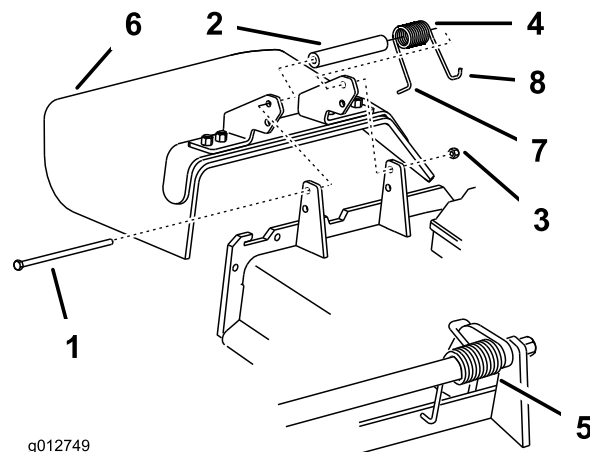

Figura 88
1. Togliete il dado di bloccaggio, il bullone, la molla e il distanziale che fissano il deflettore alle staffe orientabili del tosaerba (Figura 88). Togliete il deflettore di sfalcio se è danneggiato o consumato.
Nota: Verificate che l'estremità a L della molla si trovi dietro il bordo del piatto di taglio prima di montare il bullone, come illustrato nella Figura 88
3. Montate il bullone e il dado. Infilate l'estremità a gancio J della molla attorno al deflettore dello sfalcio (Figura 88).